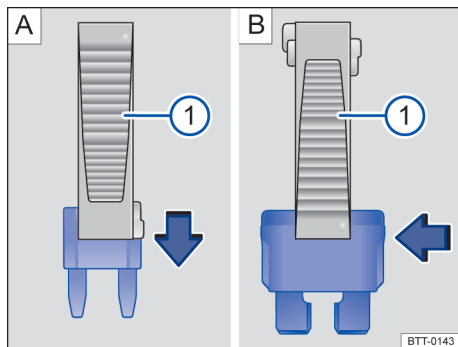

Fig. 122 Remover ou instalar um fusível com a garra da pinça de plástico ①.
- Se necessário, retirar a pinça de plástico → Fig. 122 ① da cobertura da caixa de fusíveis.
- Em caso de *fusíveis pequenos*, encaixar a garra ① por cima → Fig. 122 A. ▶
- Em caso de *fusíveis maiores*, empurrar a garra ① lateralmente sobre o fusível → Fig. 122 B.
- Caso o fusível esteja queimado, substituir o fusível por um novo da *mesma* intensidade de corrente (mesma cor e inscrição) e do *mesmo* tamanho → ①.
① NOTA